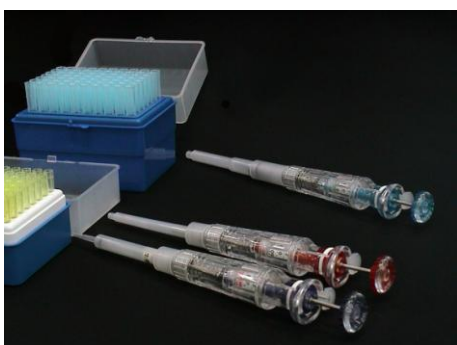

図1. マイクロピペターとチップ
①計量する容量にあわせてマイクロピペターとチップを選ぶ(図1)^{注1}。